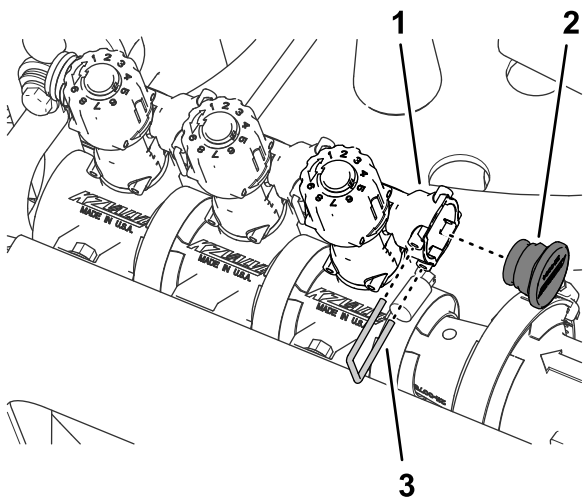

Figura 67
8. Monte a tampa na tomada de ligação rápida da válvula de distribuição (Figura 67).
9. Prenda a tampa à tomada de ligação rápida com o retentor que retirou no passo 3 (Figura 67).